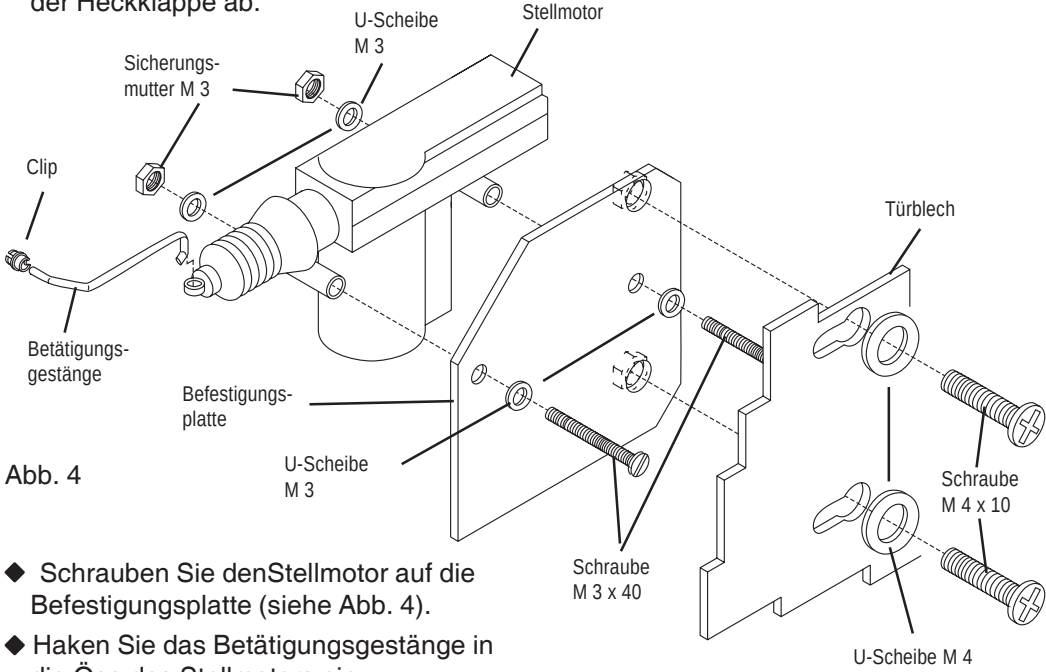

Abb. 4
- ◆ Schrauben Sie den Stellmotor auf die Befestigungsplatte (siehe Abb. 4).
- ◆ Befestigen Sie die vormontierte Befestigungsplatte an den Originalpunkten (siehe Abb. 4) in der Heckklappe.